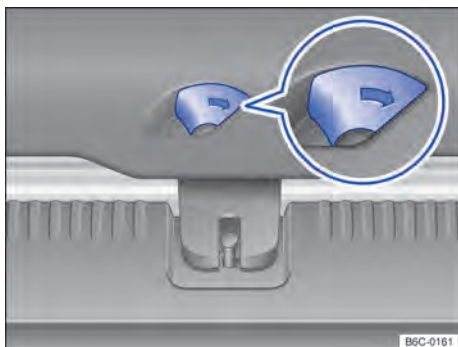

Fig. 62 No compartimento de bagagem: destravar a tampa traseira.
- Deslocar a alavanca de destravamento no sentido da seta → Fig. 62, para destravar a tampa traseira. <